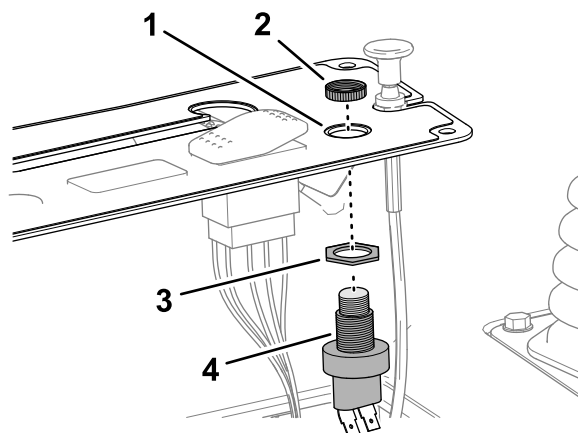

Figura 16
1. Enrosque la tuerca autoblocante en el cuerpo del interruptor del claxon (Figura 16).